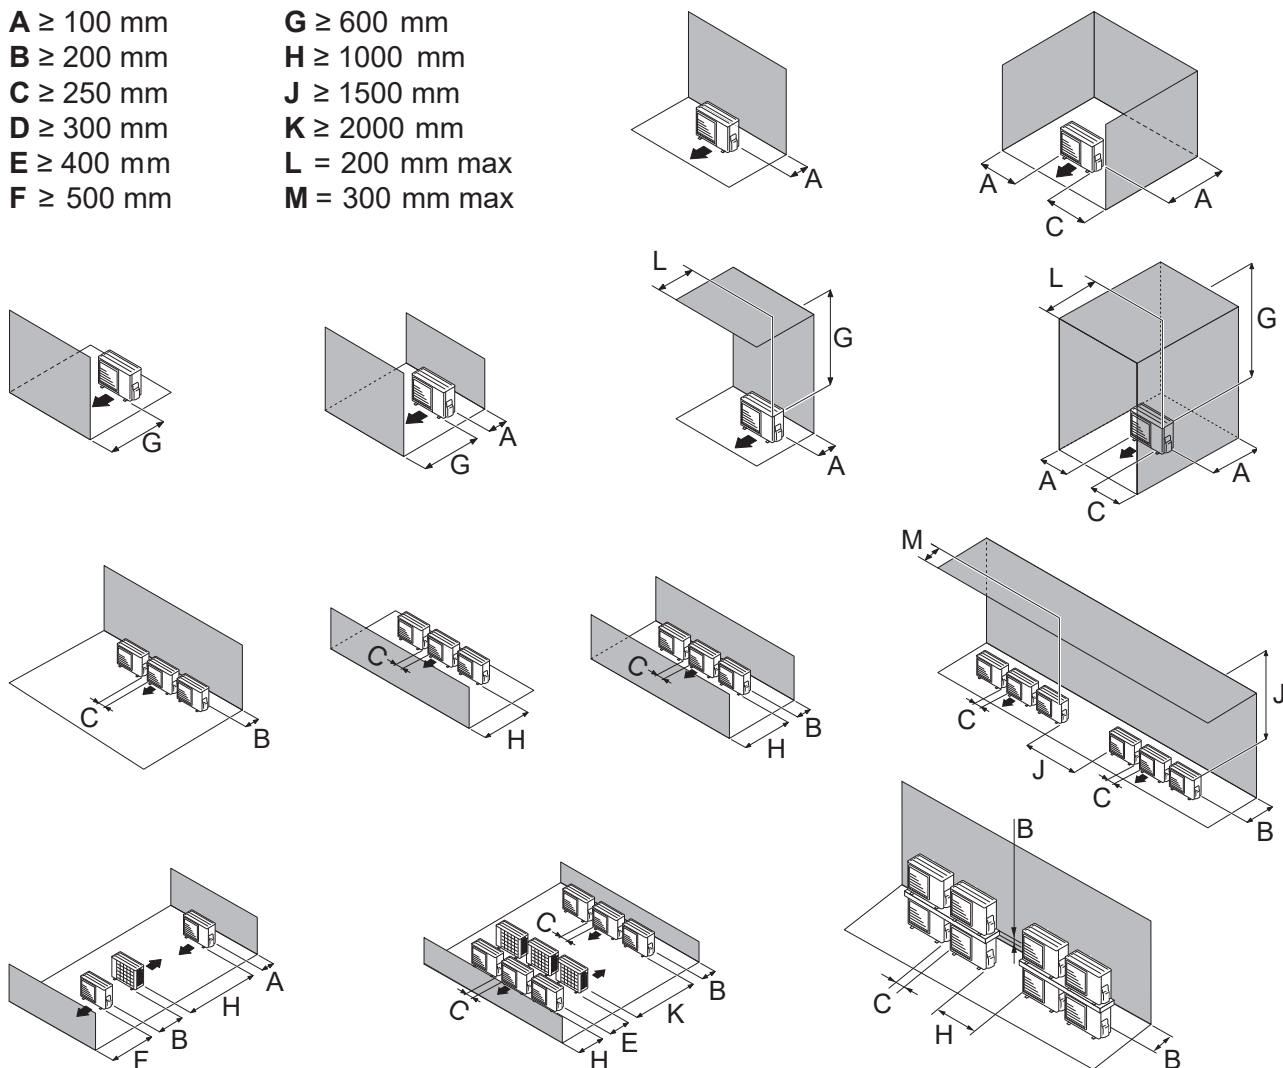
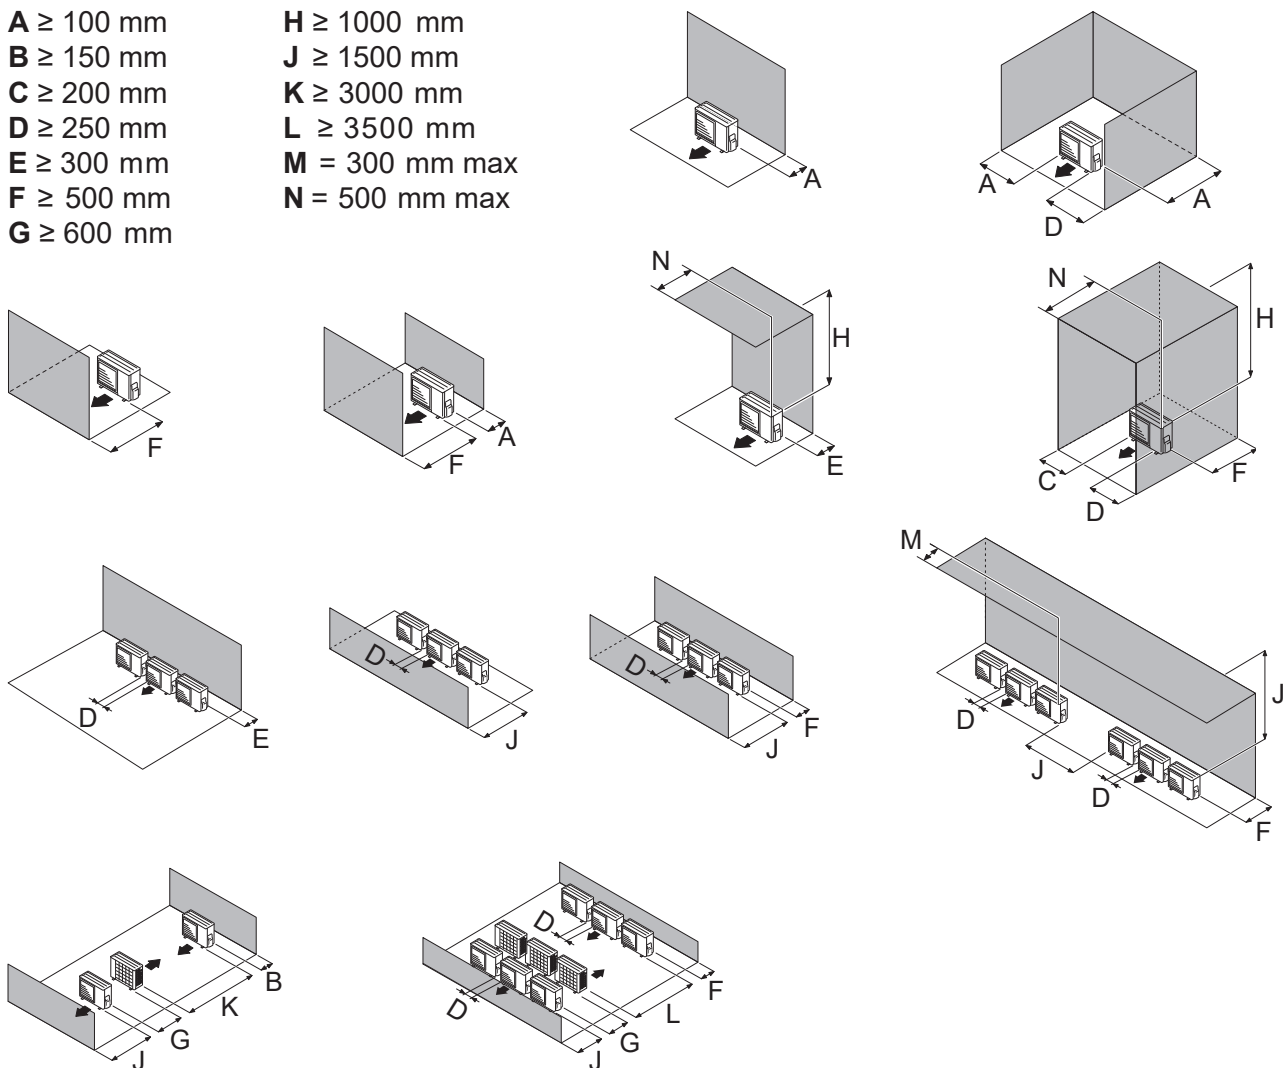

Abb. 16 - Installationsmindestfreiräume um die Außeneinheit (Modell 3, 5, 6 und 8)
Abb. 17 - Installationsmindestfreiräume um die Außeneinheit (Modell 10)
- Das Gerät muss für Installations- und spätere Wartungsarbeiten perfekt zugänglich sein (*Abb. 16 und Abb. 17, Seite 18*).
- Die Luftzirkulation durch den Verdampfer und am Ventilatorausgang darf durch nichts behindert werden (*Abb. 16 und Abb. 17, Seite 18*).